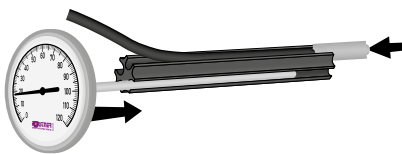

Bild 10: Das Thermometer und die Temperaturfühler werden in das Steckmodul geschoben.
1. Schieben Sie das Thermometer von einer Seite in das Steckmodul (► Bild 10).